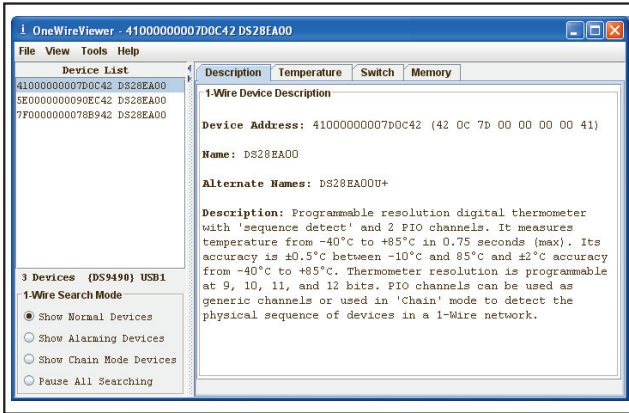
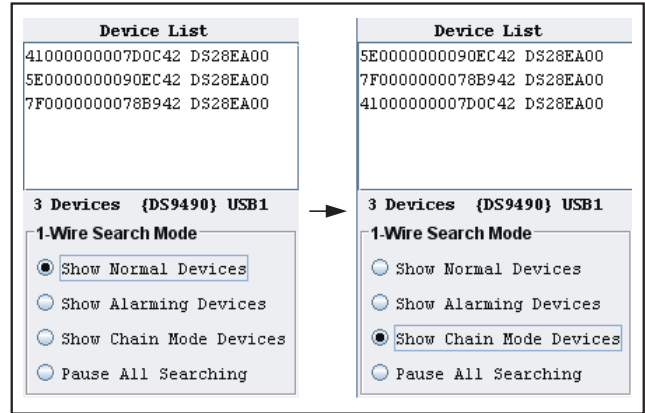
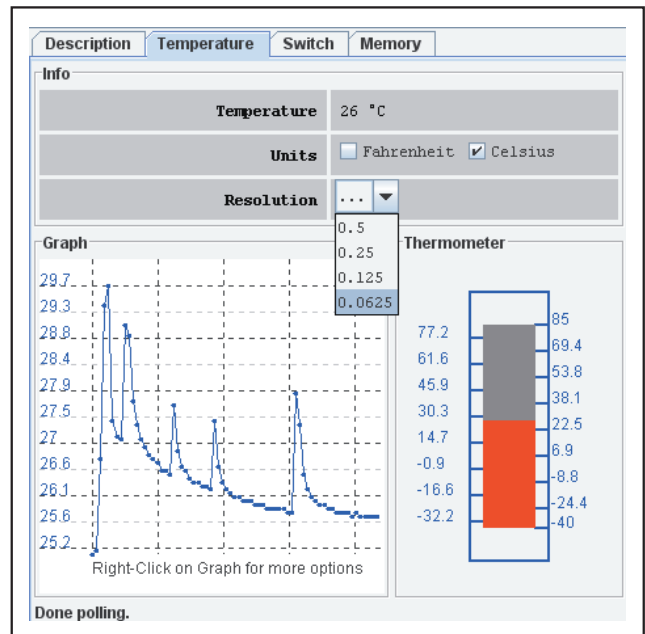

图3. OneWireViewer主窗口
图4. OneWireViewer中的标准模式与链路模式搜索的比较
图5. OneWireViewer功能标签页：Temperature
OneWireViewer软件的主窗口如图3所示, 该主窗口包括3个部分:
- 1) **器件列表(Device List)**, 器件列表部分显示连接到指定1-Wire网络的所有1-Wire器件的网络地址和器件型号。对于DS28EA00评估板, 这部分列出了全部三片DS28EA00, 图3显示网络上连接了三片DS28EA00。
- 2) **搜索模式(Search Mode)**, 在图3的左下角列出了三种搜索模式以及**Pause All Searching**模式。**Show Normal Devices**模式实际上是一种二叉树搜索模式, 器件列表部分列出器件的顺序并不表示器件的物理连接顺序。**Show Alarming Devices**模式用于搜索报警器件, 例如温度超出高温报警门限或低于低温报警门限的DS28EA00。最后, **Show Chain Mode Devices**搜索模式可以把OneWireViewer列表中的器件按照物理连接顺序排序。若网络中连接了非链路模式器件, 则搜索模式既不对其进行搜索也不将其显示到器件列表中。图4给出了链路模式搜索的范例。
图4为OneWireViewer器件列表部分的两个屏幕截图。注意，链路搜索模式将器件按照其物理连接顺序排列在OneWireViewer的器件列表中，而标准搜索模式则按照1-Wire搜索算法把器件排列在器件列表中。第一个屏幕截图为标准搜索模式，第二个屏幕截图为链路搜索模式。需要注意选择不同的1-Wire搜索模式时，器件列表重新排列的方式。
图3所示为Description标签页。它可用于描述任意选定的1-Wire器件，但是只给出了器件特性和规格的文字说明。Temperature、Switch和Memory标签页分别如图5、6和7所示，将在下面的章节对它们进行说明。若要详细了解DS28EA00的温度检测、内存和PIO (开关)工作状态，请参考DS28EA00数据资料：www.maxim-ic.com.cn/DS28EA00。
如图5所示，OneWireViewer软件的Temperature功能标签页包括Info、Graph和Thermometer三部分。Info部分显示最近采集的温度，允许用户选择显示温度的单位：华氏